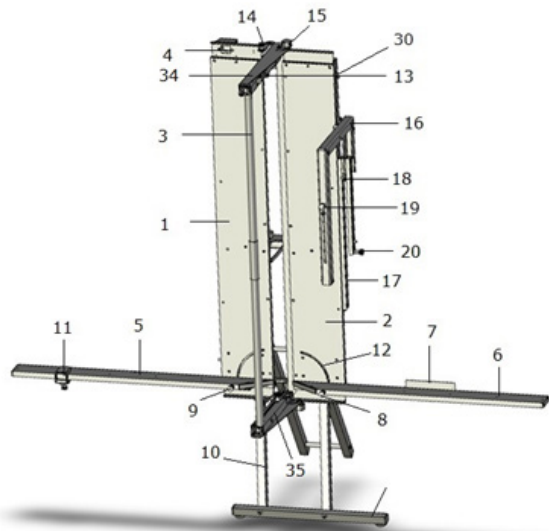

Fig. 1
- Non sollevare la macchina dall'archetto da taglio (3, fig. 1)!